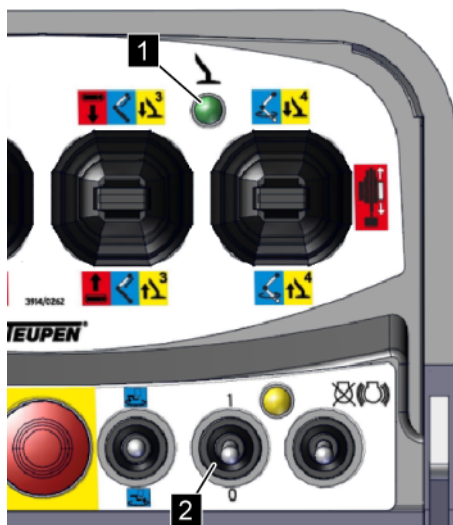

Abb. 46: Kabelfernbedienung einschalten
4. → Kippschalter (Abb. 46/2) der Kabelfernbedienung auf "1" stellen.
⇒ Die Maschine ist betriebsbereit, wenn die grüne Leuchte (Abb. 46/1) blinkt oder dauerhaft leuchtet.